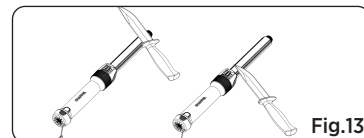

Fig.13
2. Lorsque la lame atteint le haut de l'aiguiseur en cuir, retournez-la pour l'affiler de l'autre côté. Le bord tranchant doit être orienté vers le haut de l'aiguiseur. **TIREZ** la lame **VERS** le manche pour affiler tout le bord tranchant (Voir Fig. 13).